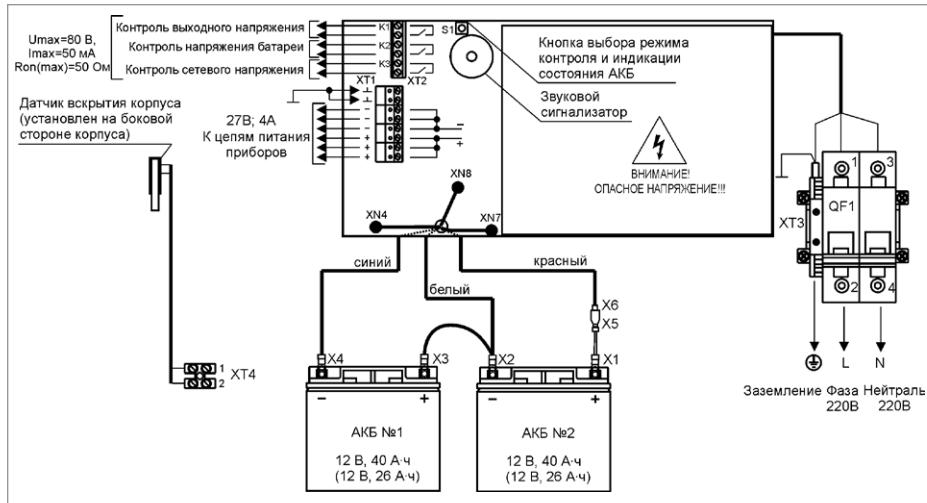

Рисунок 11. Схема подключения РИП-24 исп.06 (РИП-24-4/40М3-Р)
1.4. Схема подключения приведена на рис. 11.
- 1.13. Проверьте правильность произведённого монтажа в соответствии со схемой подключения (рис. 11).
- 2.11. Отключите обе АКБ от платы РИП, отсоединив контакты X1, X2, X3, X4 от клемм АКБ (см. рис. 11).